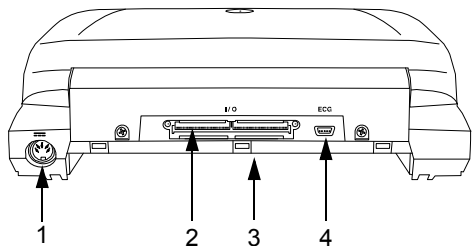

Рис. 2-2 Разъемы на задней панели системы: (1) входной разъем линии постоянного тока, (2) разъем ввода/вывода, (3) аккумулятор и (4) разъем ЭКГ
- 1 Подсоедините кабель питания постоянного тока от блока питания к разъему питания системы. См. рис. 2-2 на стр. 2-2.